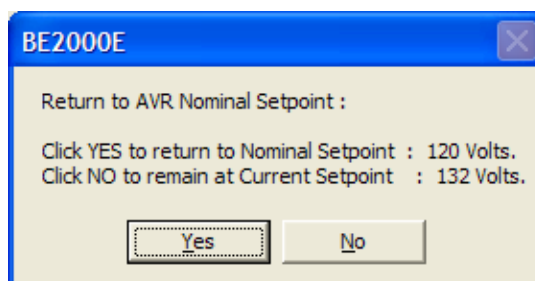

图 5-13. 消息框 - 回到 AVR 标称设定值
当前用以上任何方法在装置中设置的设定值显示在当前设定值文本框中。应按下“AVR Setpoint (V) (Nominal)”旁边的按钮，回到标称设置。如果只剩下 AVR“Analysis”画面，而未回到标称设定值，那么就会显示一个消息框（图 5-13），让用户按“YES”回到标称设定值或按“NO”保持当前的设定值。